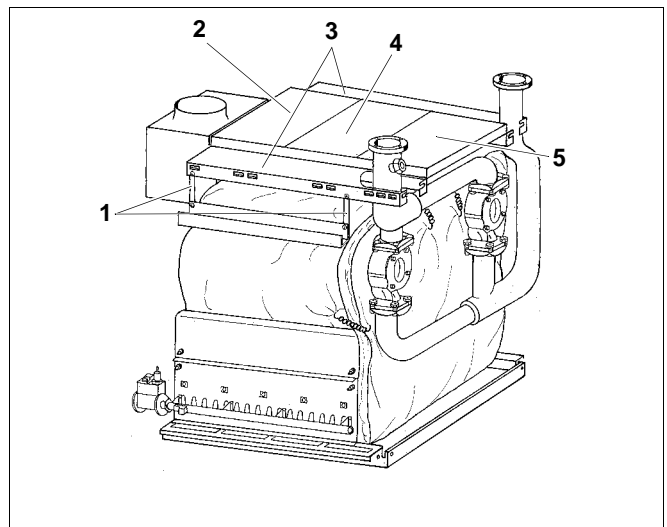

Fig. 52 Monter les capots
- Poser le capot arrière (fig. 52, **pos. 2**) et fixer aux capots latéraux (fig. 52, **pos. 3**) avec des vis à tête plate 3,9 x 9,5. A partir de la taille 2 x 12 il y a également un capot central (fig. 52, **pos. 4**), qui doit être placé entre le capot avant et le capot arrière.
Légende pour fig. 52